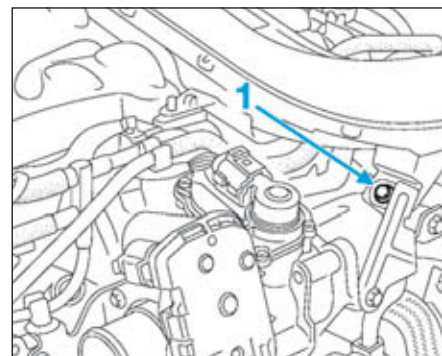

FIG.120
- Déposer la vis (1) (Fig.120) sur le tuyau d'air entrée échangeur air-air.